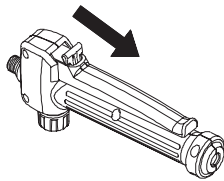

图 13
- 1. 如需锁定，按下操纵杆，向后拉锁定按钮，然后松开操纵杆。参考图 13。